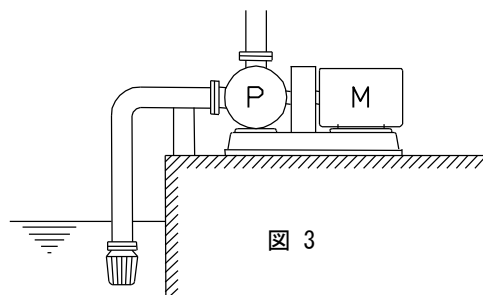

図3
- (c) 吸込配管は図3のようなるべく短く、かつ曲りを少なくし、ポンプに向かって上がり勾配とし、仕切弁は設けないようにしてください。このとき、吸込配管の接続部から空気を吸いこまないように、シールは十分に行ってください。